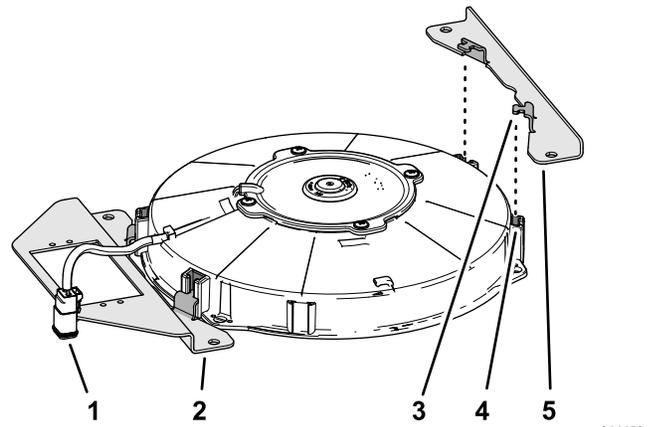

Figure 3
2. Insérez les 2 languettes de montage du support long dans les fentes du carter du ventilateur (Figure 3) que vous avez identifiées à l'opération 1.
3. Insérez les 2 languettes de montage du support court dans les 2 autres fentes du carter du ventilateur (Figure 3).
1. Dans le carter du ventilateur de refroidissement, localisez les 2 fentes les plus proches du faisceau de câblage muni du connecteur à 2 douilles (Figure 3).